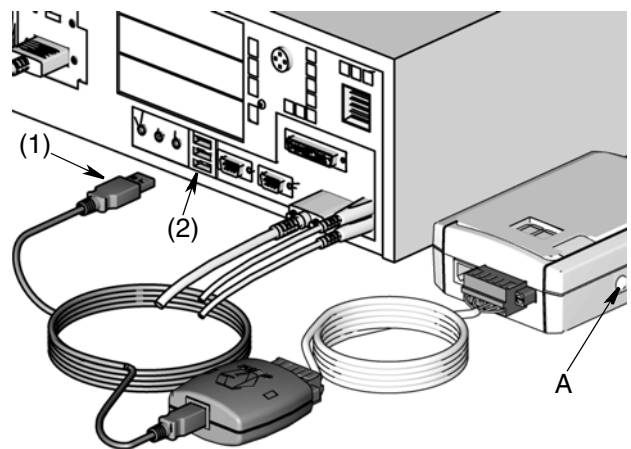

FIG. 10
- Per distanze maggiori, fino a 1219 metri (4000 ft) fra il ricetrasmittitore e il PC Matrix, è richiesto un adattatore **RS422**. Vedere FIG. 10, pagina 7.